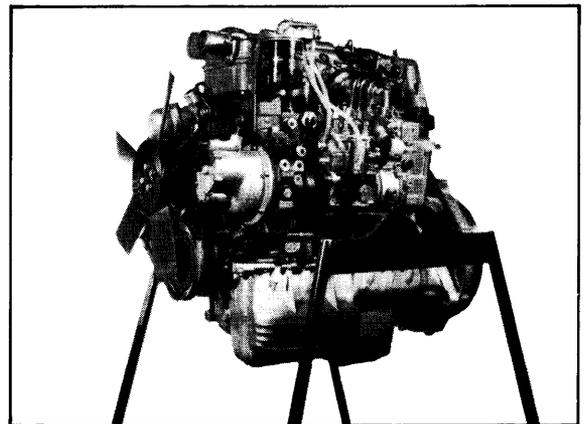

Figura 01-1/1
**2.- Desmontar el soporte de fijación del cable acelerador. (Figura 01-1/2).**